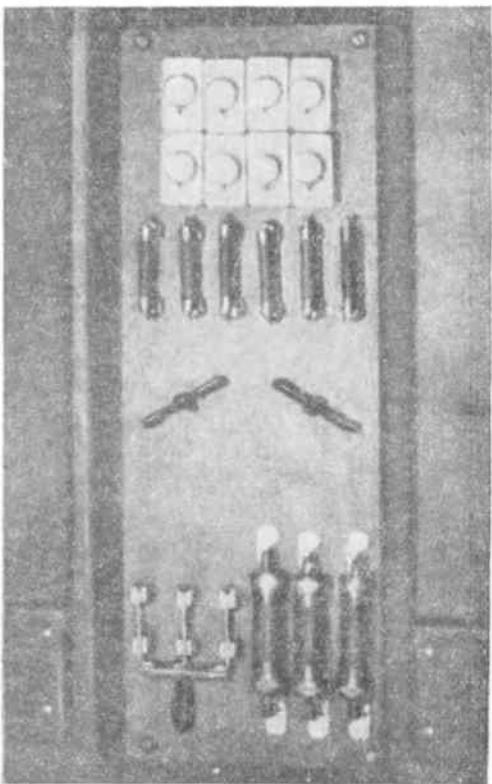

Рис. 1
6. Специально изготовленный щиток для электрической коммутации питания установки (рис. 1) *